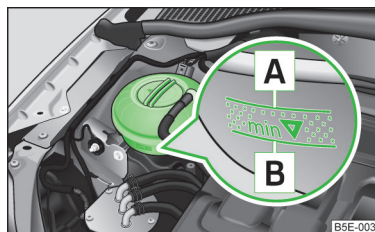

Fig. 185
expansiune al lichidului de răcire » **fig. 185** la pagina 228.
- Nu adăugați lichid de răcire deasupra marcatului **A** » fig. 185 la pagina 228.
- Verificați nivelul lichidului de răcire la vasul de expansiune al lichidului » fig. 185.